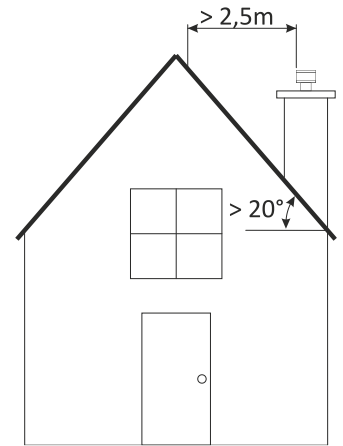

Figura 10
- La parte superiore del camino deve essere come minimo un metro al di sopra della parte più alta (vertice) del tetto. Questa esigenza può essere evitata nel caso di un tetto con pendenza superiore a  $20^\circ$ , se la terminazione del camino si trova a una distanza orizzontale al tetto superiore a 2,5 metri, come nella *figura 10*.